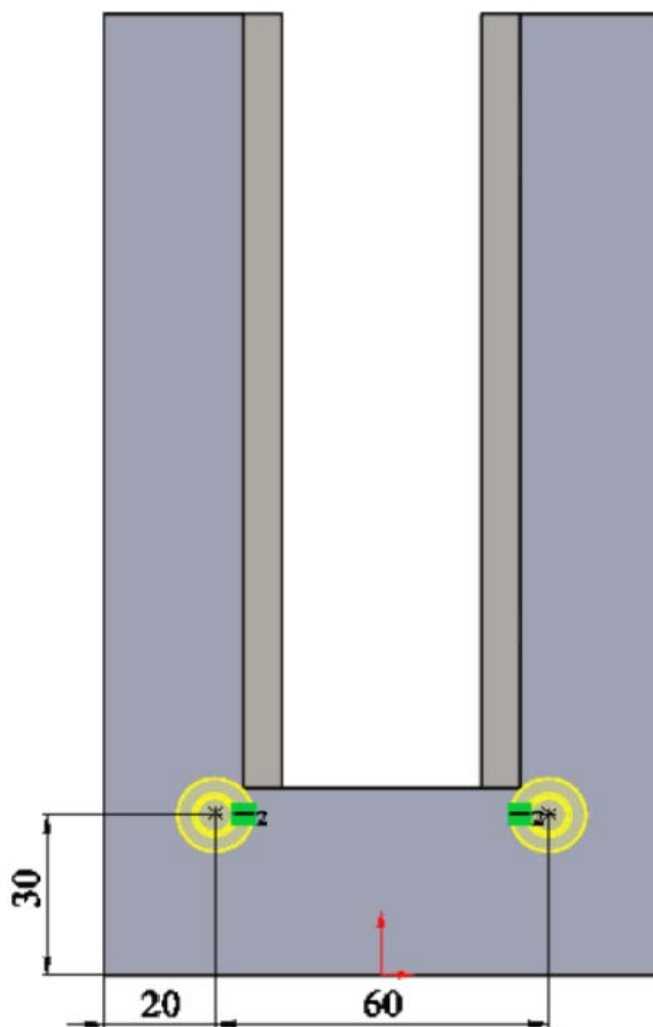

Рис. 2.35. Расположение отверстий
1. На нижней грани детали необходимо сформировать цековку для болта с шестигранной головкой с зазором головки **4 мм**, граничное условие – насквозь. Расположение отверстий показано на рис. 2.35.